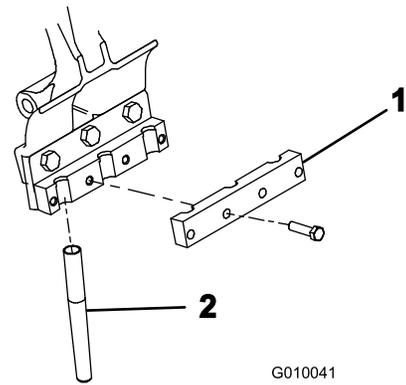

Bild 25
5. Befestigen Sie eine Tines-Klemme mit vier Schrauben ($\frac{3}{8}$ " x $1\frac{1}{2}$ ") lose an jedem Tines-Halter (Bild 25). Ziehen Sie die Bolzen nicht fest.